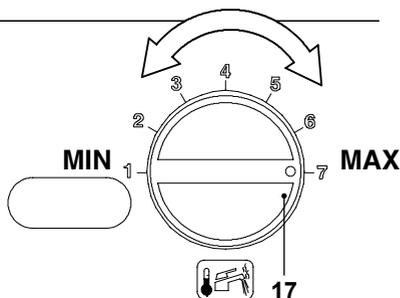

Figura 7.10
- Ruotare la manopola di temperatura sanitari 17 al massimo Figura 7.10 e verificare il valore di CO_2 .